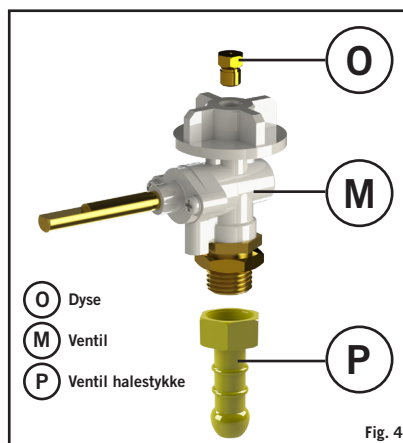

Fig. 4
**Enhedskategorier:** I 3B/P (30), I 3+ (28-30/37) og I 3B/P (37), (DK, FI, NO, NL, SE, AT, DE, BE, ES, FR, IE, IT, PT, GB, CH)
- I den anden ende fastgøres en passende 30 mbar lavtryks (I 3B/P (30), I 3+ (28-30/37) butankonfiguration) eller en 37 mbar lavtryks regulator (I 3+ (28-30/37) propankonfiguration), idet det igen sikres at slangen sidder godt fast. Slangen skal være i overensstemmelse med BS 3212:1991/SABS 1156-2 eller lignende. I Sydafrika skal den anvendte regulator være i overensstemmelse med SANS 1237.
**Enhedskategori:** I 3B/P (50) (AT, DE)
- Skrue en slange med det rigtige gevind på hver ende, på det venstre 1/4" BSP gevind på ventilen (O) (fig.4). Fastgør en passende 50 mbar lavtryksregulator på slangens anden ende. Slangen skal være i overensstemmelse med DIN 4815 del 2 eller lignende.